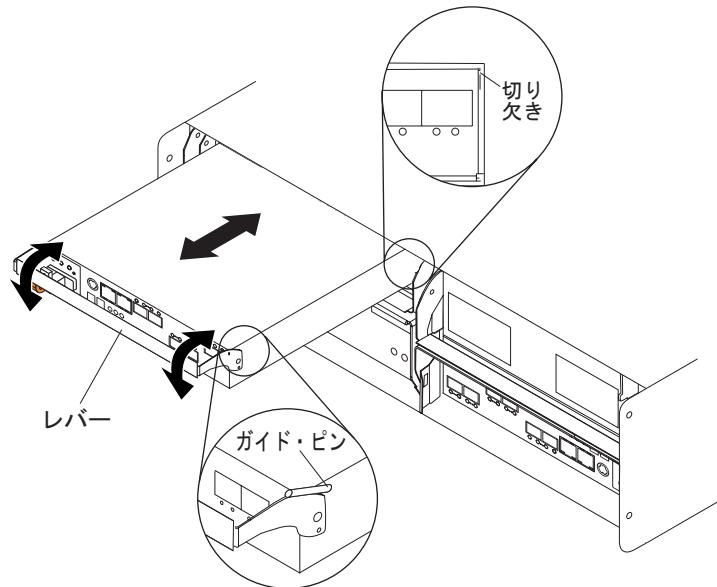

図 78. コントローラーの取り付け
- a. 1 つのコントローラーをスライドさせてストレージ・サブシステムの空のスロットに入れます。図 78 に示すように、コントローラーをスライドさせて入れる際、レバーがまっすぐ引き出されていることを確認してください。